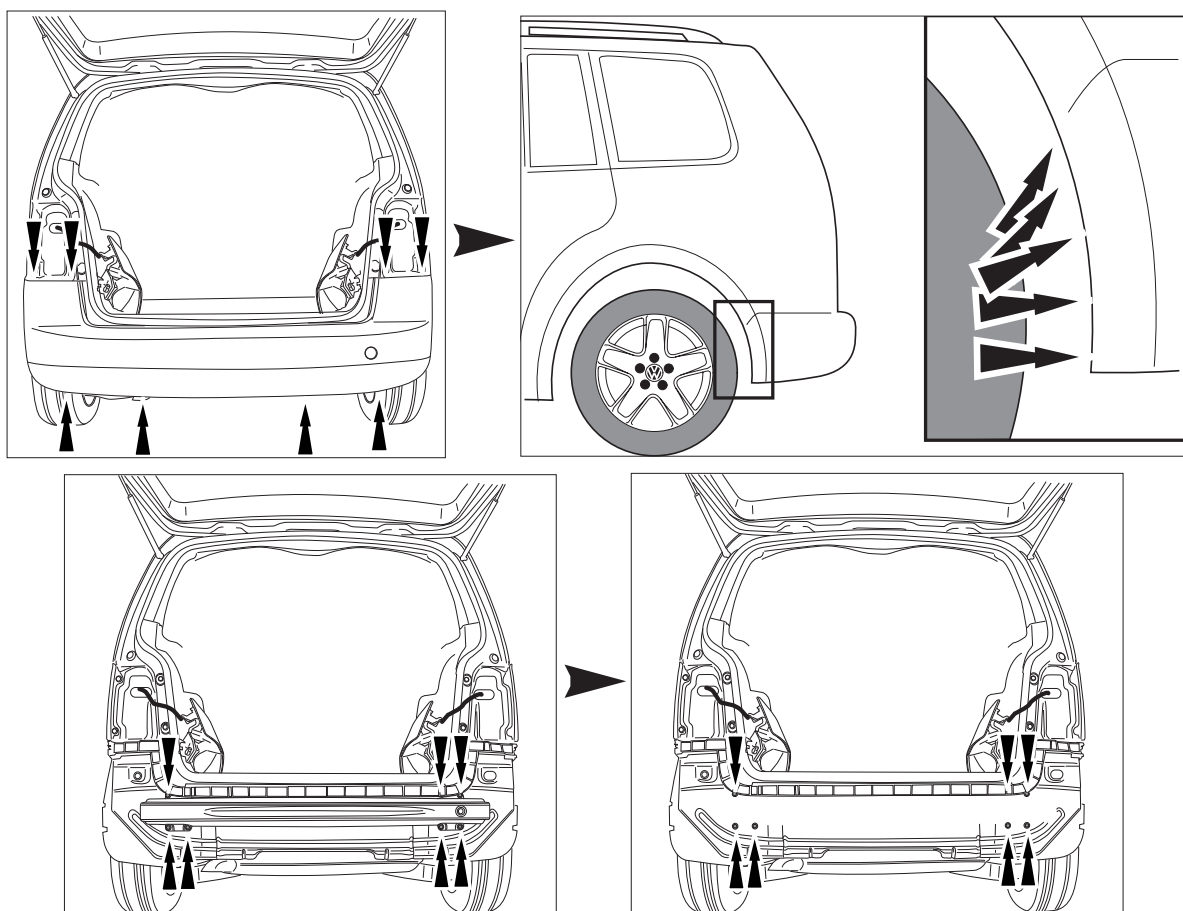

Fig. 1b
2. Remove the bumper and the steel buffer beam from the vehicle. The buffer beam will no longer be needed. Replace the bolts (See figure 1b).
2. Die Stoßstange einschließlich des stählernen Stoßbalkens vom Fahrzeug abmontieren. Der Stoßbalken wird nicht mehr benötigt. Die Schrauben wieder anbringen (Abbildung 1b).
2. Demonter kofangeren, inklusive køretøjets stålstødbjælke. Denne bliver overflødig. Sæt bolte på plads igen (Se fig. 1b).